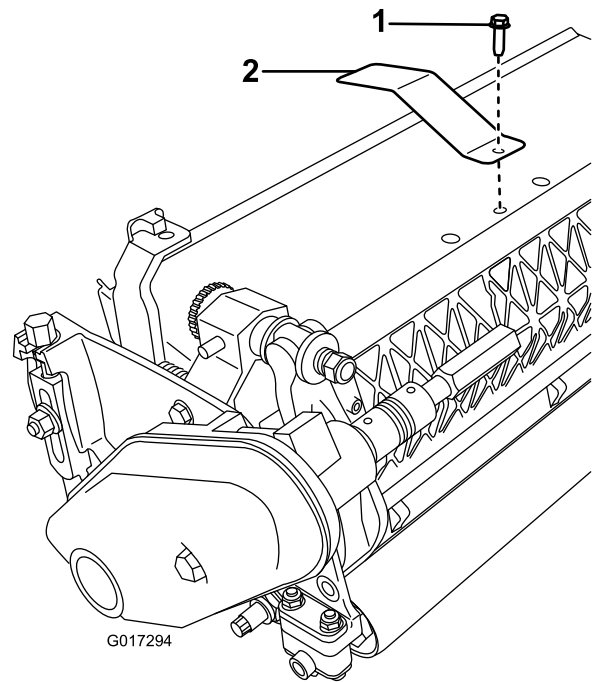

Figura 13
2. Retire el perno central del deflector de hierba (Figura 13).
3. Instale la placa objetivo en la parte superior de la unidad de corte (debajo de la cubierta de plástico) usando el perno que retiró anteriormente (Figura 13).